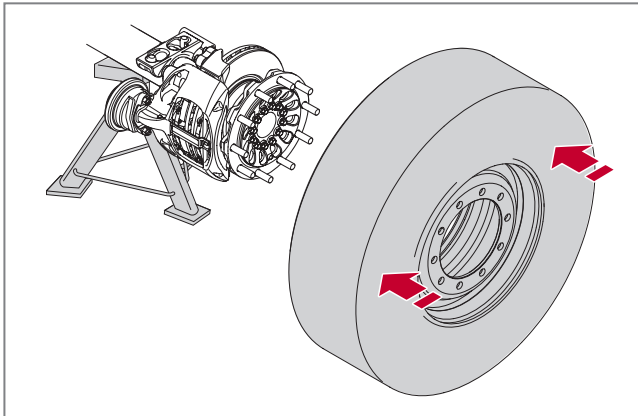

Abb. 12 - Rad montieren
2. Montieren Sie das Rad, *siehe* ► Abb. 12